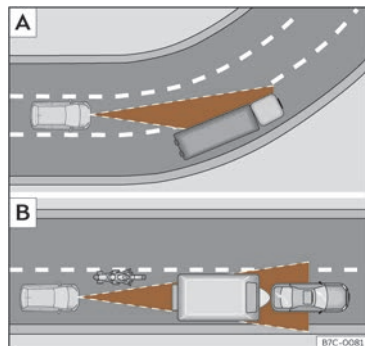

Fig. 128 [A] Vehículo nunha curva. [B] Motociclista circulando por diante fóra do radio de acción do sensor de radar.
O ACC podería non detectar en curva o vehículo precedente ou podería regular a distancia con vehículos que se atopan noutros carrís >>> fig. 128 [A].
- Vehículos que circulen sen aliñación ou fóra da zona de detección do sensor, por exemplo, motocicletas >>> fig. 128 [B].